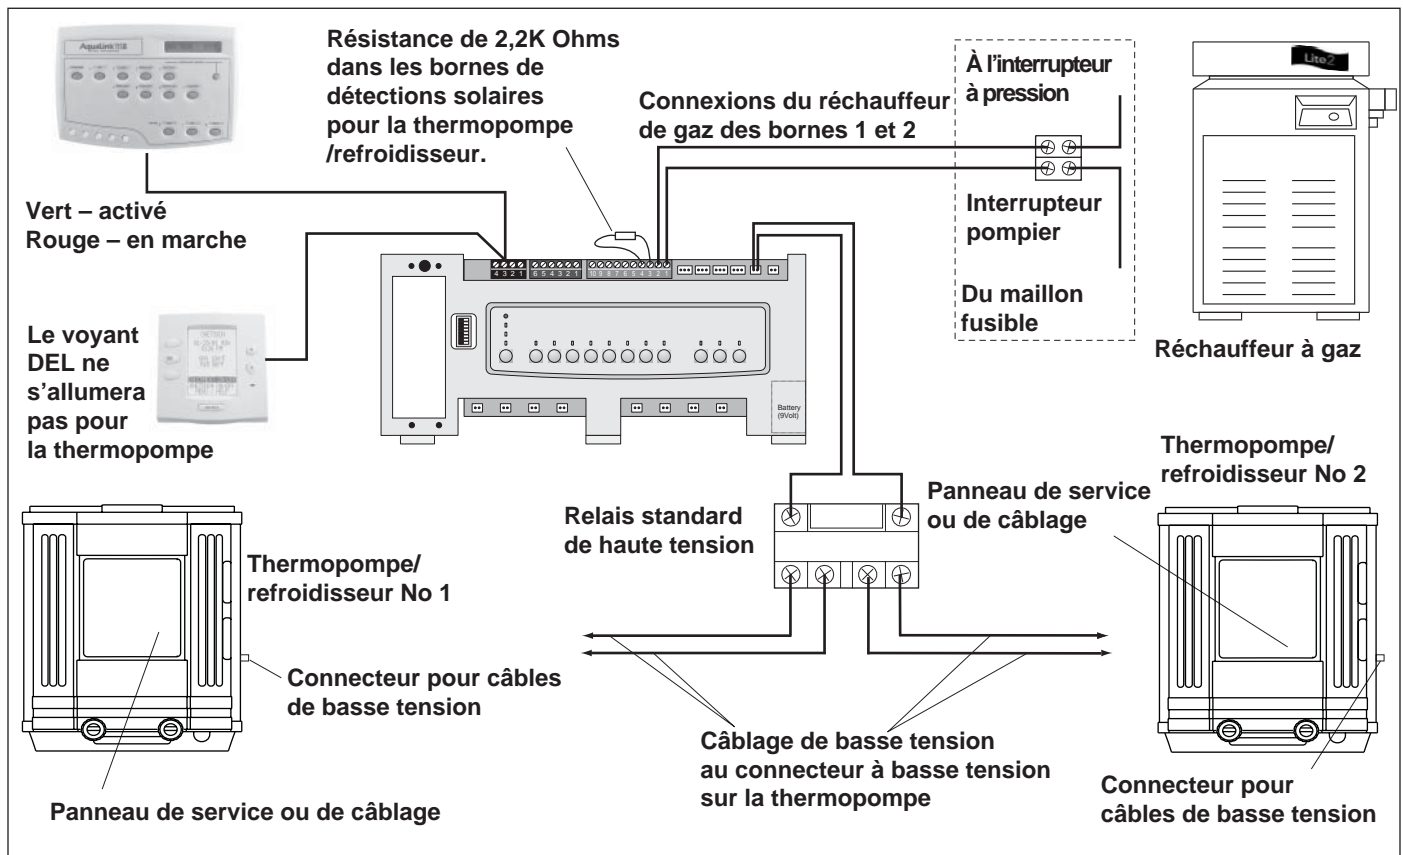

Figure 17. Câblage AE-Ti de AquaLink RS à la thermopompe et au refroidisseur
1. Installer une résistance fixe, avec une valeur de 2,2 kOhm, dans la borne du capteur solaire No 3 et No 4 de la barrette verte à bornes et à 10 broches du centre d'énergie AquaLink RS (se référer à la figure 17).